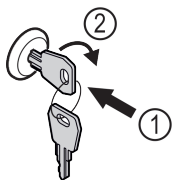

Fig. 45
- ▶ Trykk inn nøkkelen Fig. 45 (1).
- ▶ Vri nøkkelen 90° med klokka Fig. 45 (2).